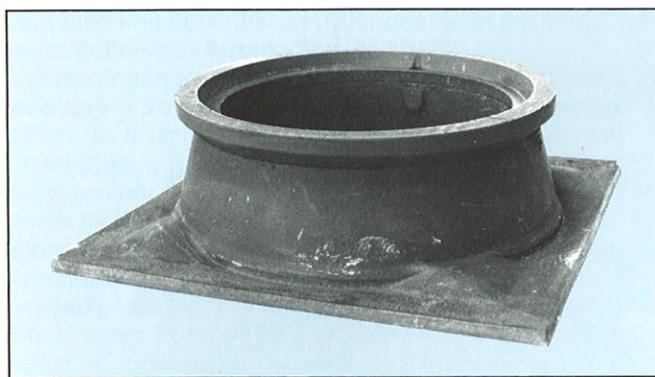

Fig. 19. Bæreplate av støpegod.
A. Dersom pipa allerede er frosset i stykker, må den delen som er ødelagt rives og ny må mures opp. Dette kan enkelt og effektivt utføres med en bæreplate av støpegod (se fig. 19) og Leca pipe.